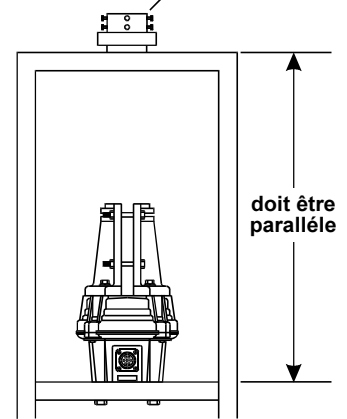

Figure 3
3. Si un roulement de mat (comme le **GS-065** de Yaesu) est utilisé, le mettre en place au dessus de la cage rotor (voir Figure 3) à l'aide de la visserie fournie.